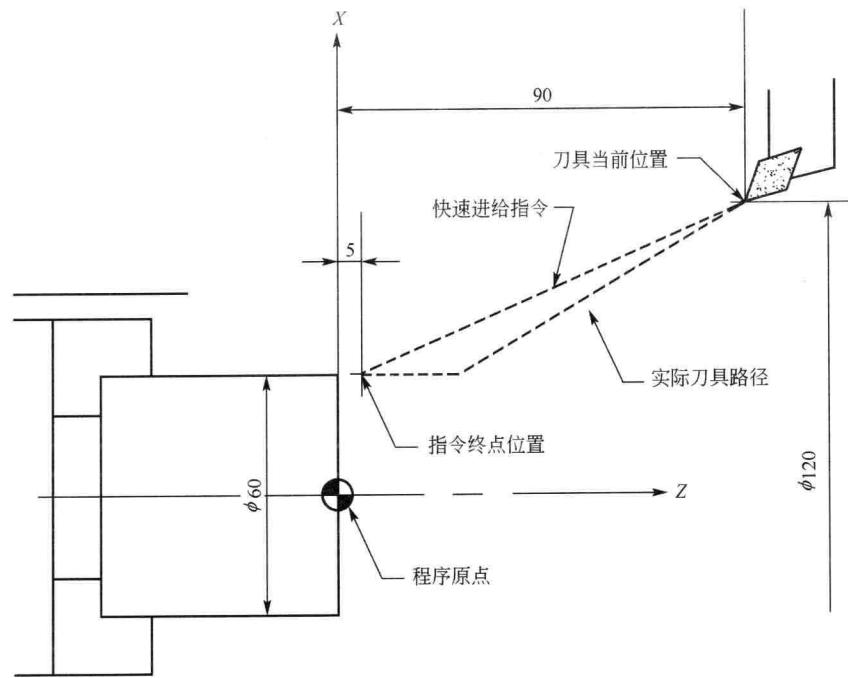

图 1-1 G00 指令练习
- (1) 指令格式: G00 X (U) \_\_ Z (W) \_\_;
- (2) 指令练习: 分别使用绝对值、增量值以及混合编程完成刀具快速从点(X120, Z90.)移动至点(X60, Z5.), 见图 1-1。